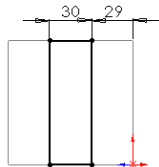
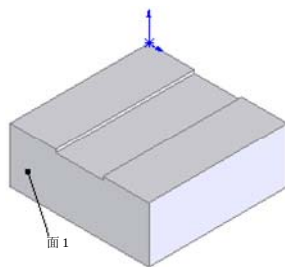

图 10-41 标注的草图
图 10-42 拉伸切除后的图形
3) 单击[草图]控制面板中的[智能尺寸]按钮, 标注上一步绘制草图的尺寸, 结果如图 10-41 所示。
**④** 拉伸切除实体。
2) 在[深度]一栏中输入值 2, 然后单击属性管理器中的按钮, 结果如图 10-42 所示。
**① 绘制草图。**
1) 单击图 10-42 中的面 1，然后单击[视图（前导）]工具栏的[视图定向]中的[正视图]按钮，将该表面作为绘制图形的基准面。